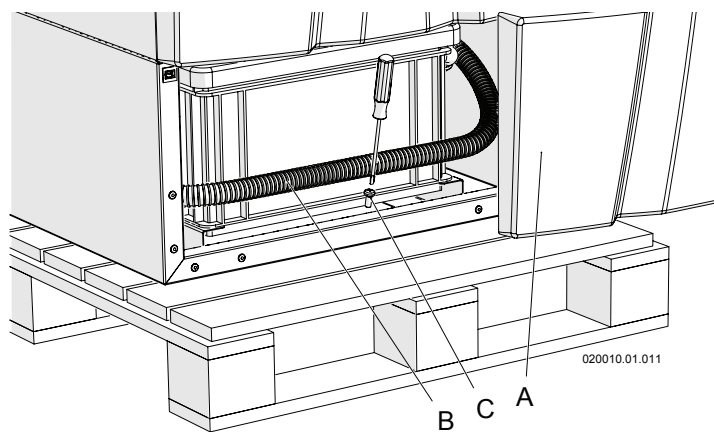

Figura 6-2 - Rimozione del bancale
- 2.-smontare la copertura frontale inferiore "A" (Figura 6-2) (capitolo 13.3) per accedere alla vite "C" (Figura 6-2) lato fronte apparecchio;